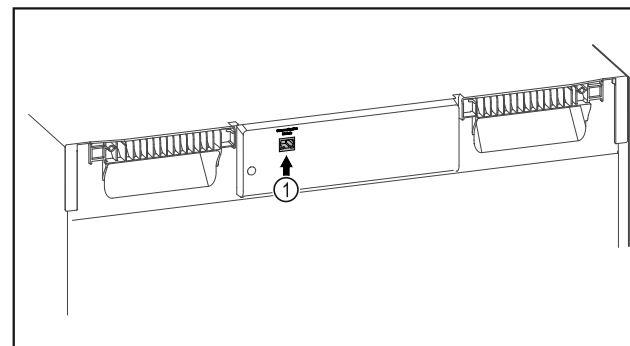

Fig. 121
- ☐ El SmartModule Fig. 121 (1) está colocado.